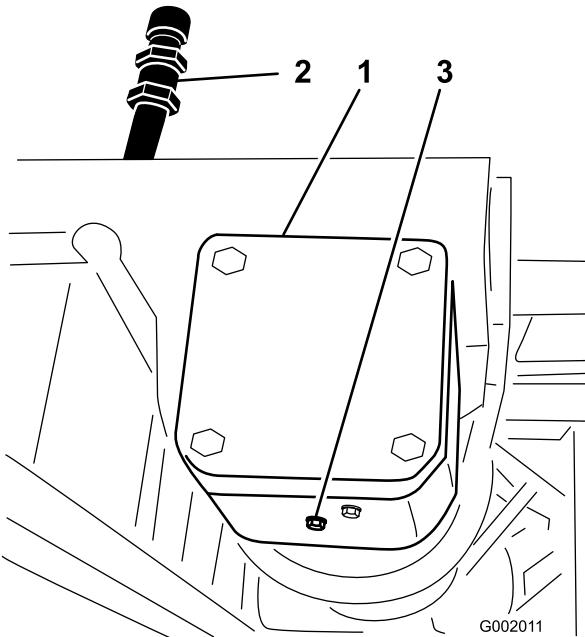

Figura 70
- Coloque un recipiente debajo del tapón de vaciado de la caja de engranajes de la transmisión de la bomba (Figura 70).
3. Retire el tapón de llenado y el tapón de vaciado (Figura 70) y deje fluir el aceite al recipiente.